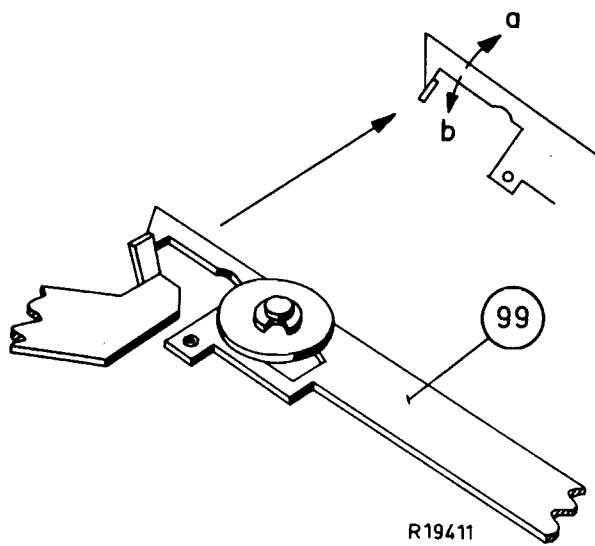

Fig.11
F. STARTEN (zie fig. 11)
Instelling: (zie fig. 11)